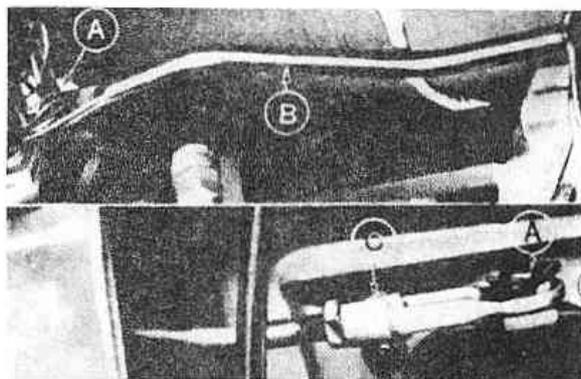

Рис. 6.33. Тяга селектора (В), пружинные зажимы (А) и регулятор (С) (Разд. 10)
12. Снимите два пружинных зажима тяги селектора и снимите тягу селектора (Рис. 6.33).